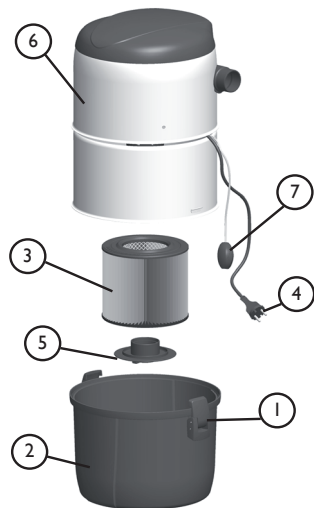
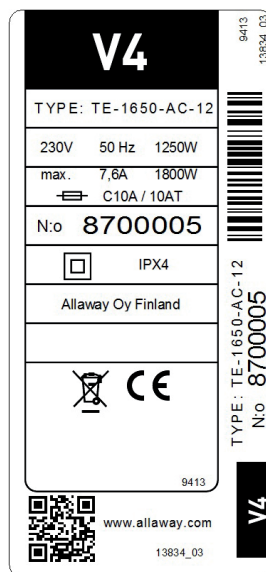

Рисунок 1
Рисунок 2
2.2 Обслуживание фильтра [Рисунок 1]
- Проверьте, правильно ли подключен низковольтный соединитель [рисунок 1;7] к его противоположной части на настенном кронштейне центрального блока.
- Проверьте, можно ли включить центральный блок низковольтным соединителем [рисунок 1;7] центрального блока, замкнув пусковую цепь куском металлического провода.
- После обнаружения места засорения отсоедините центральный блок и проверьте отсутствие засорений в соединительных шлангах. Затем используйте втулки всасывающего шланга, чтобы присоединить соединение со стороны всасывания к пневморозетке вдоль засоренного участка (или к пневморозетке, которая находится ближе всего к засорению, если засорение в трубе рамы). Включите центральный блок через низковольтный соединитель (рис. 1,7) при помощи куска металлической проволоки, а затем перейдите к месту обычной установки центрального блока. Закрывайте и открывайте отверстие всасывающего трубопровода рукой, чтобы направить толчки вакуума к засоренной трубе. Если закупорка не будет устранена в течение 10-15 секунд, отсоедините центральный блок от пневморозетки, чтобы позволить воздуху проходить через турбину и предотвратить ее от перегрева. Повторите процесс примерно через 1 минуту.
Перепускной клапан можно блокировать в течение осмотра, например, при помощи куска картона (рисунок 2). Включите центральный блок при всех закрытых пневморозетках через низковольтный соединитель (рис. 1,7), используя кусок металлической проволоки. Если через 10 секунд из выхлопного трубопровода все еще выходит воздух, в трубопроводе есть утечка. Утечку необходимо обнаружить и устранить. Не запускайте блок дольше 20 секунд, если все пневморозетки закрыты. Если установка полностью герметична, на турбину не будет поступать воздух, поэтому возможен перегрев и повреждение.